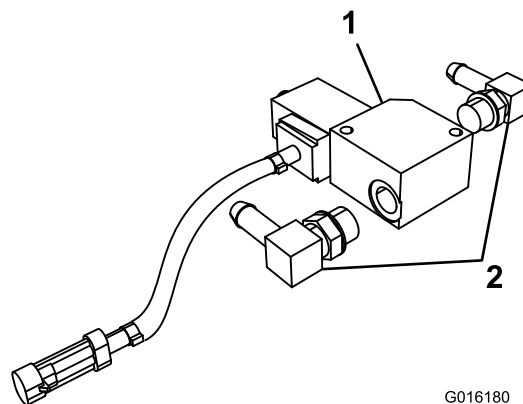

Figura 4
14. Instale 2 acoplamientos hidráulicos (90 grados) en la parte delantera y trasera de la válvula de solenoide (Figura 4).